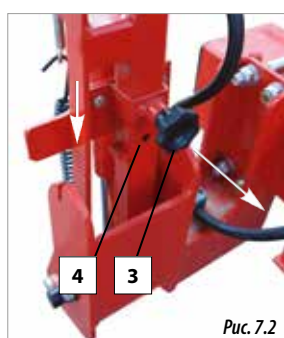

Рис. 7.2
- В. Потянуть за круглую ручку (3, рис. 7.2).
- В. Потянуть за круглую ручку (3, рис. 7.2) и поднять фиксатор, чтобы он стал в рабочее положение (4, рис. 7.2).